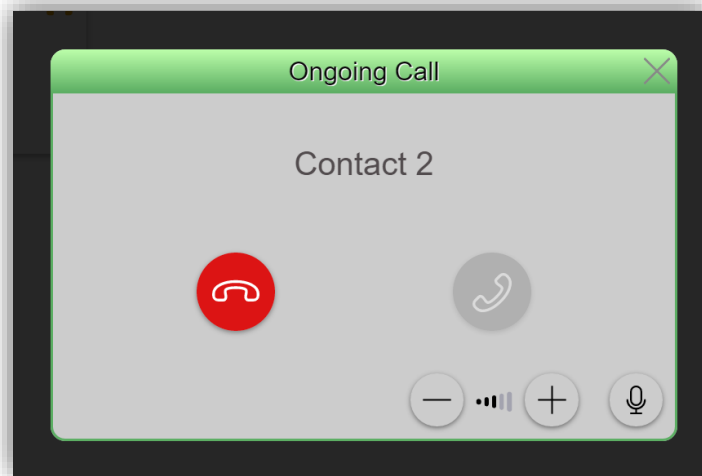

Figura 129. Llamada interna en curso
- **Aceptar llamada:** abre el diálogo de llamada en curso (Figura 129).
Al aceptar una llamada interna entrante, se mostrará la interfaz de la Figura 129. Entonces comienza la comunicación por voz con la otra Z70 v2.